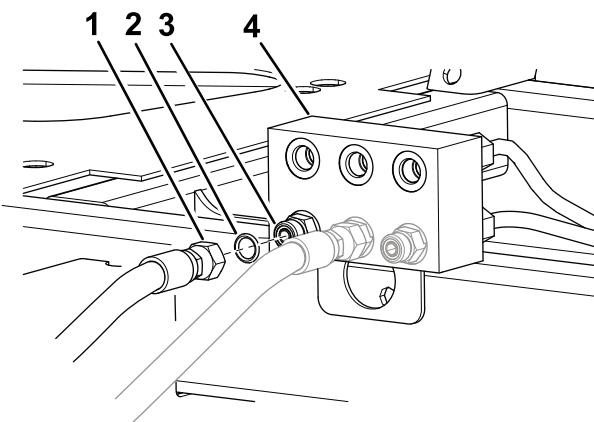

図 7
5. ジャンクションマニホールドの下にオイルを受ける容器をおく図 7。
6. ジャンクションマニホールドの左下にあるフィッティングから油圧ホースを外す図 7。